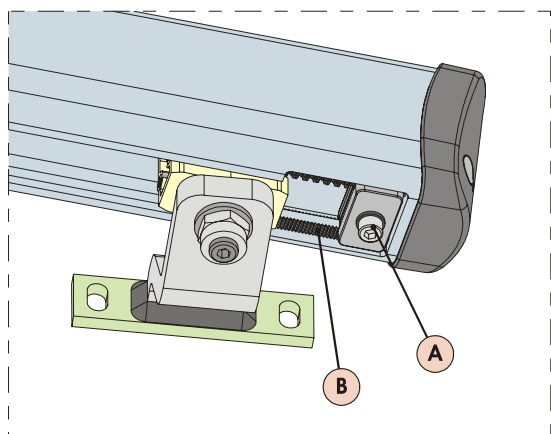

Fig. 19
- 3) Allentare la vite di fissaggio, Fig.19 rif.A. Non è necessario rimuovere completamente la vite.
ATTENZIONE: L'arresto meccanico lavora accoppiato ad un settore dentato, Fig.19 rif.B, nel caso di impedimenti durante la movimentazione accertarsi che l'accoppiamento sia libero. **NON ESERCITARE FORZATURE.**